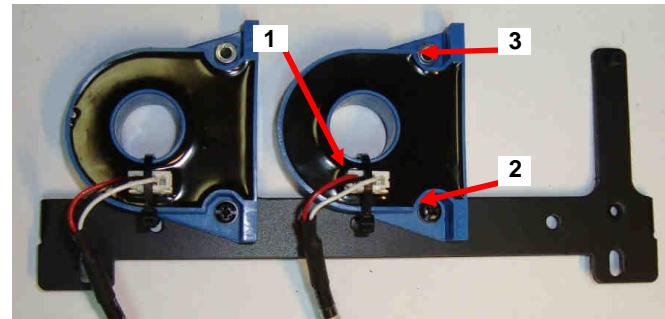

Рис. 6.10. Демонтаж датчика тока.
6.9.1. Откусить стяжку 1 фиксации разъемов кабелей датчиков тока (рис.6.10).
6.9.2. Отвернув винт 2 и гайку с шайбой-гровером 3, демонтируйте датчики тока по очереди (рис.6.10).